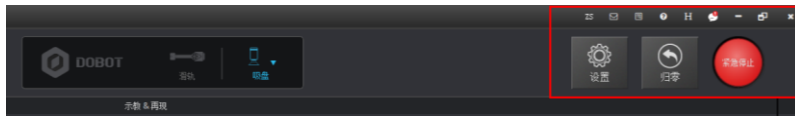

图 5.4 对机械臂进行设置、归零、紧急停止、查看版本和语言切换等操作
- 在 DobotStudio 页面可以对机械臂进行设置、归零、紧急停止、查看版本和语言切换等操作。如图 5.4 所示。